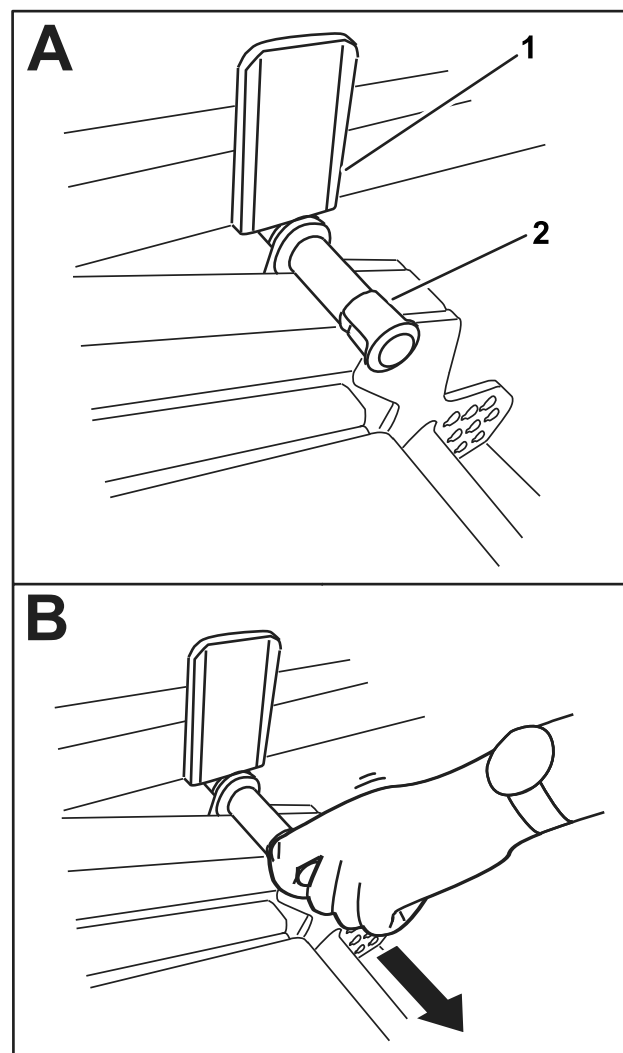

Figura 42
2. Ruotate lentamente l'apparato di taglio verso il basso sinché il perno non entra a contatto con la piastra del braccio di sollevamento (A nella Figura 42).
3. Esercitate una pressione sull'apparato di taglio con il piede, quindi estraete il perno (B nella Figura 42) per consentire all'apparato di taglio di stabilizzarsi nella posizione TRASPORTO.